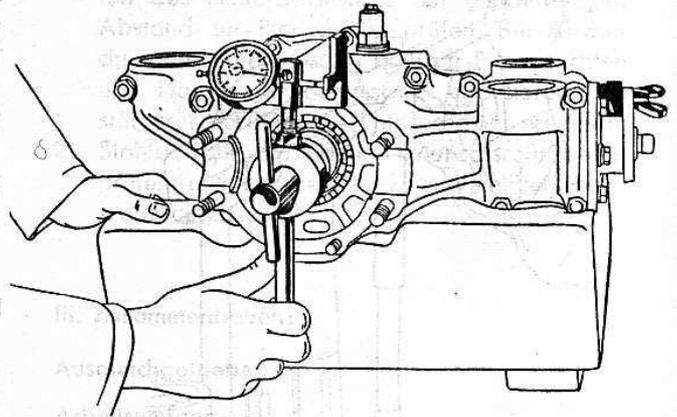

Bild 171
20. Der Zahneingriff muß dann ein Flankenspiel von 0,12—0,18 mm ergeben (bei neuem Räderatz siehe eingeschliffener Vermerk am Tellerradrand). Flankenspiel mit Meßuhr nachprüfen (Wst 1354) (Bild 171). Hierzu Antriebskegelrad